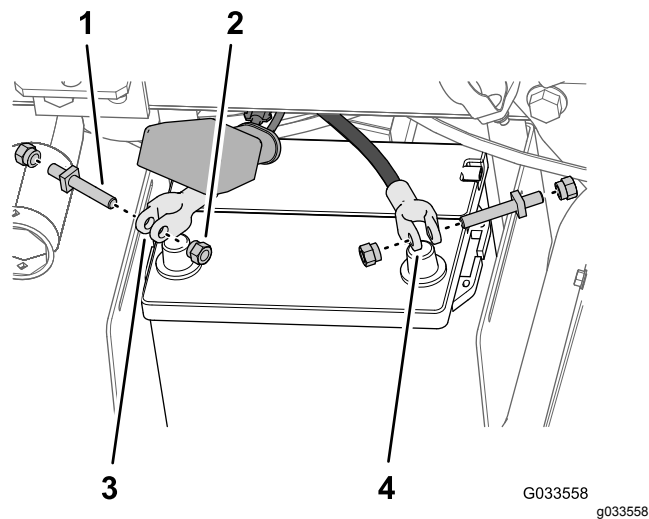

図 30
5. バッテリーの両ケーブルのクランプに、端子ボルトとクランプナットを仮組みする図 30。